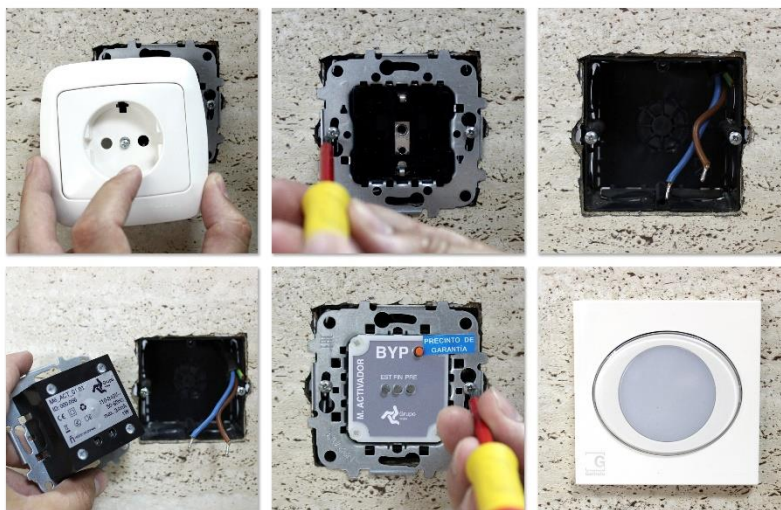

Figura 109. Secuencia montaje módulo de activación (3) o de repetición (5) dentro caja enlazable.
- a. El mejor método para conectar el módulo de activación (**3**) y de repetición (**5**) sin tener que realizar ningún tipo de intervención en la vivienda es retirar, siempre que sea posible, una base de enchufe, de otro mecanismo que disponga de fase y neutro y no esté siendo empleado por el usuario de forma habitual, o una caja enlazable vacía con posibilidad de conexión a la red eléctrica, y conectar los cables directamente de fase y neutro en las клемas traseras del módulo (**3.1** o **5.1**), tal y como se muestra en la Figura 109.